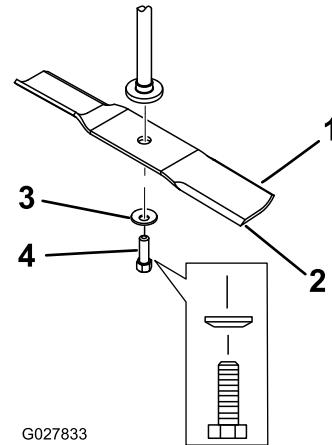

Figura 61
2. Retire del eje el perno de la cuchilla, la arandela curva y la cuchilla (Figura 61).
1. Instale la cuchilla en el eje (Figura 61).
- Instale la arandela curva (con la copa hacia la cuchilla) y el perno de la cuchilla (Figura 61).